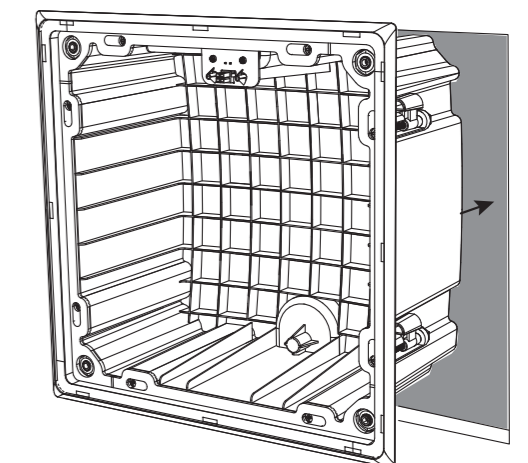

Fig. 17. Installing the back can
2. Z ośmioma tylnymi zaciskami montażowymi puszki w pozycji złożonej (do wewnątrz), wciśnij tylną puszkę w otwór w płycie gipsowo-kartonowej. Uważaj, aby nie przyciąć przewodów głośnika ani palców (rys. 17).